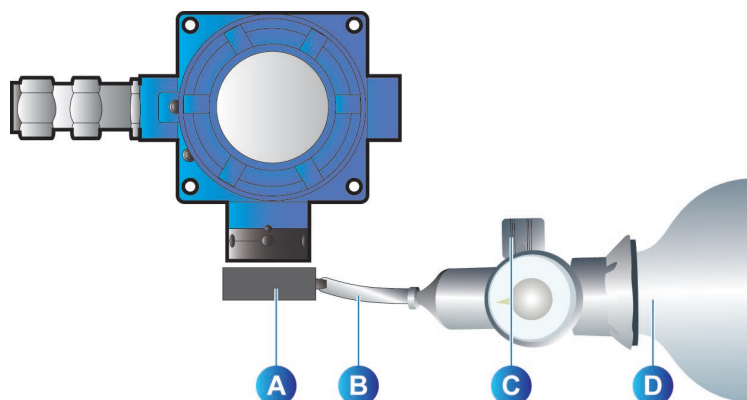

Figura 12: regolazione dello zero e della sensibilità: OLC 100
2. Collocare la copertura di calibrazione sul sensore di rilevamento (Figura 12, rep. A)
2. Collocare la protezione di calibrazione sul sensore di rilevamento (Figura 12, rep. A)